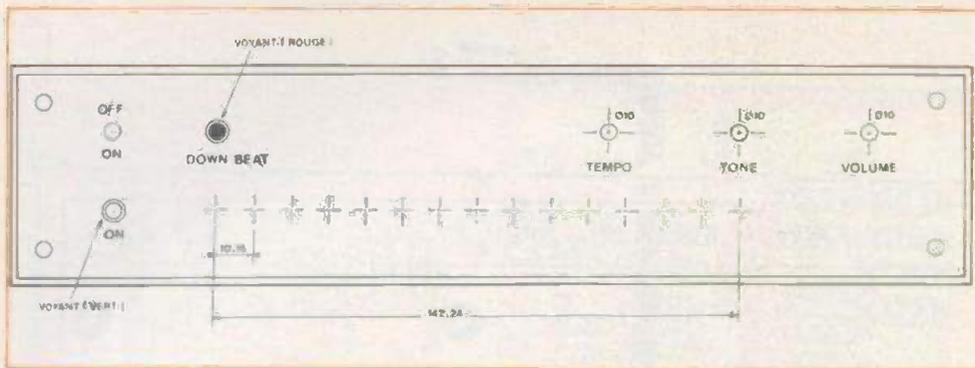

Fig. 14. et 15. - Plan de câblage général à réaliser du côté « composant » et plan de perçage de la face avant.
Pour cela vous vous aiderez du schéma général d'interconnexions de la figure 14.
- Le jack de sortie, à brancher sur les fils notés OUT du schéma de la figure 14.
- Le jack de télécommande, à brancher d'une part à la masse et de l'autre sur le plot marqué TEL (fig. 14).